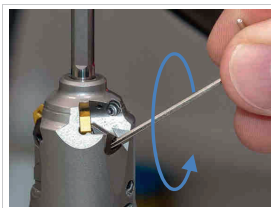

Abb. 4: Spannschraube lösen
2. Die Spannschraube mit einem passenden Winkelschraubendreher lösen, hierzu die Spannschraube **ca. 1 ½ Umdrehungen** gegen den Uhrzeigersinn drehen (siehe *Abb. 4: Spannschraube lösen*).